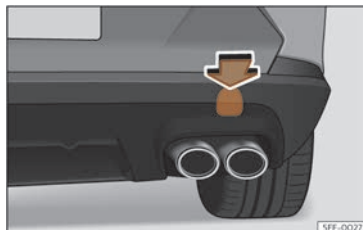

Fig. 203 No lado direito do parachoques traseiro: retire a tapa.
A cavidade da argola de remolque enroscada está situada no lado direito do parachoques traseiro detrás dunha tapa >>> **fig. 203**.
- Prema sobre a zona superior da tapa >>> **fig. 203** para descaixala.